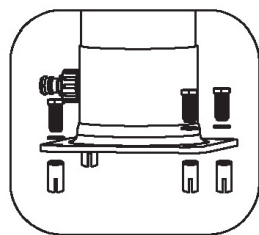

ABBILDUNG 1
2. Fußteil der Dusche mit vier Schrauben, Muttern und Dichtungen in Beton- oder Holzplatte befestigen. Schraubenschlüssel verwenden. (ABBILDUNG 1)
5. Wasserschlauchanschluss mit Duscheinlauf verbinden. (ABBILDUNG 1)